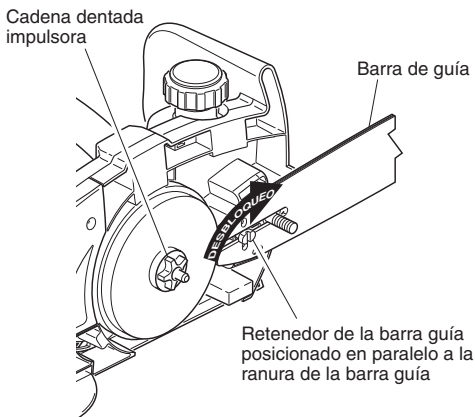

Figura 4 - Desbloqueo del retenedor de la barra guía
3. Guire el retenedor de la barra guía de manera que esté posicionada en paralelo a la ranura de la barra guía (vea la Figura 4).
4. Instale la barra guía sobre el cuerpo de la sierra. Monte la ranura central de la barra guía sobre la tuerca y el retenedor de la barra guía. **Nota:** Asegúrese que el cabezal del retenedor de la barra guía se deslice por la ranura de la barra guía como se muestra en la Figura 4.